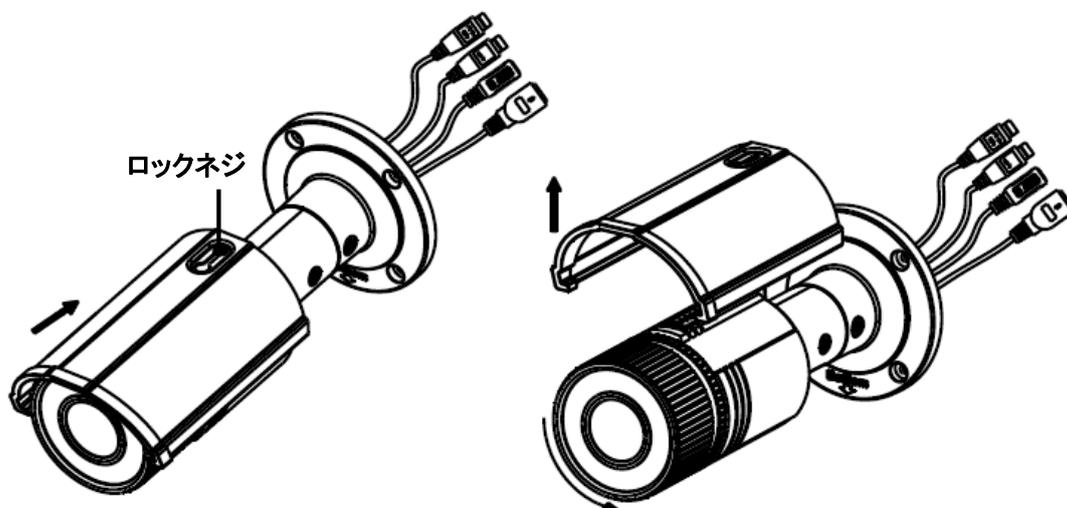

図 4-25 カメラの分解
1. 図 4-25(左)に示すように、サンシールドのロックネジを緩めて、サンシールドを矢印の方向にスライドさせます。
2. 図 4-25(右)に示すように、矢印方向に沿ってサンシールドを取り外します。
3. 図 4-25(右)に示すように、フロントカバーを反時計回りに回して取り外します。